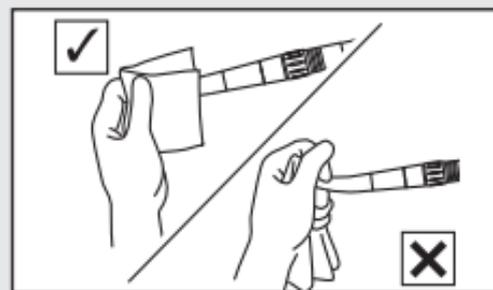

Fig. 22
- Pour retirer l'excédent d'huile de l'intérieur de la pièce à main, faites tourner la pièce à main pendant environ 15 secondes sans fraise. Pendant la rotation, n'appuyez pas sur le bouton-poussoir, surtout si vous utilisez un chiffon absorbant pour empêcher les éclaboussures de lubrifiant. Le mécanisme du mandrin pourrait être endommagé si le bouton-poussoir est enfoncé pendant la rotation. (Fig. 22).